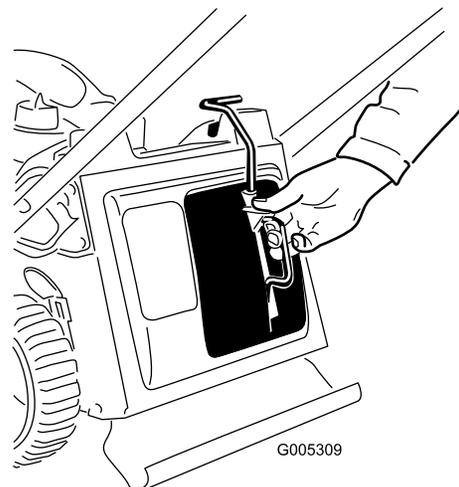

Figure 26
3. Insérez l'obturateur de mulching (Figure 26).